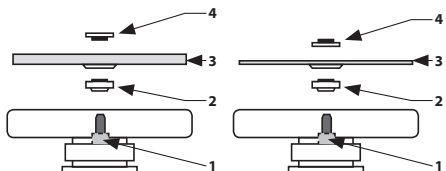
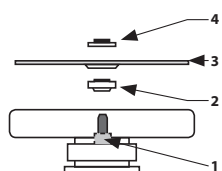

Abb. 13A
Abb. 13B
1. Setzen Sie die Unterlegscheibe auf die Spindel des Hebels des Winkelschleifers für die Montage der Scheibe (Abb. 13A oder Abb.10B, Position 2) so auf, dass sie in den Mulden der Spindel des Schleifers sitzt und sich mitdreht.
- Auf die Spindel des Schleifers die Scheibe nach Abb. 13A und Abb.13B, Stellung 3 ausrichten und auf die Unterlage (siehe Abb. 13A und Abb. 13B, Stellung 2) aufsetzen.
- Dann schrauben Sie auf die Spindel die äußeren Spannmutter auf (Abb. 13A, oder 13B, Position 4). Zur Fixierung der stärkeren Schleifscheibe (max. Stärke 6 mm) die Spannmutter mit der Seite mit hervorstehendem Ring in Richtung der Scheibe festschrauben (Abb. 13A, Position 4). Zur Befestigung einer dünnen Trenn-/Schleifscheibe schrauben Sie die Spannmutter mit der Seite ohne den hervortretenden Kragen in Richtung der Schleifscheibe auf (Abb. 13B, Position 4).